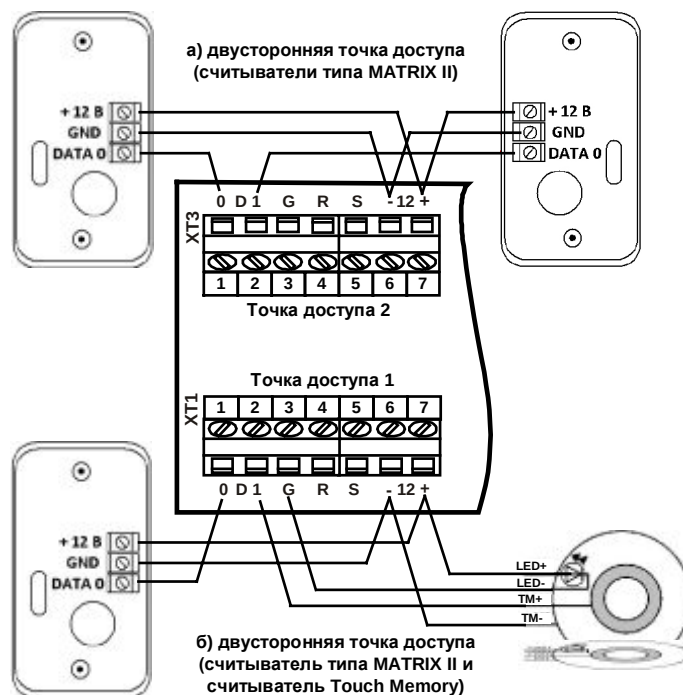
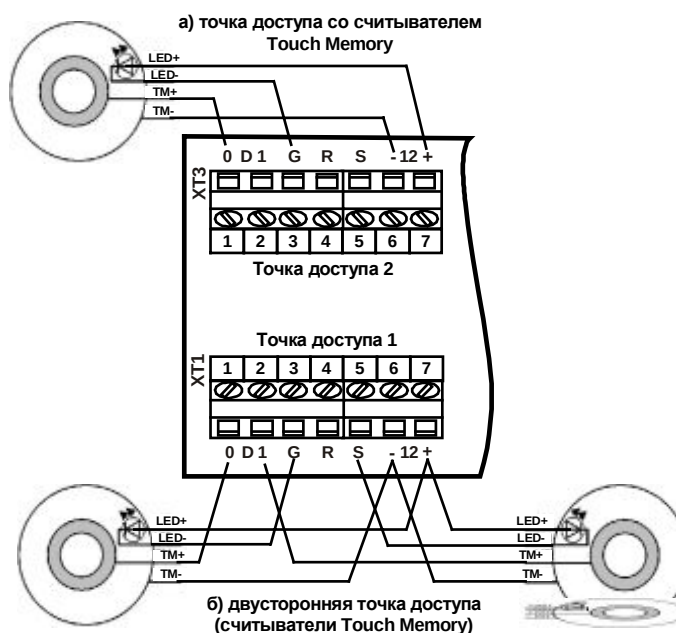

Рис. 9 Подключение считывателей при двусторонней ТД
Рис. 10 Примеры подключения считывателей Touch Memory
На Рис. 9, Рис. 10 приведены примеры подключения считывателей MATRIX II и Touch Memory с интерфейсом iButton (Dallas Touch Memory).
При такой схеме подключения (Рис. 9, ТД №2), светодиод постоянно горит красным цветом (дежурный режим), при поднесении карты пользователя (в независимости есть карта в конфигурации или её нет), сигнал зуммера, светодиод загорается на 0.5 сек. зелёным цветом и гаснет на 1сек. (принимает и передаёт код карты), после этого включается реле (если есть разрешение в ТД), а светодиод вновь загорается красным цветом (возврат в деж. режим) - можно подносить карту. Если дверь закрыта, то следующее поднесение карты останавливает или запускает вновь отсчёт времени замка, при этом события (Проход разрешено) от последующих карт в журнал идут. Если дверь открыта первым проходящим, то последующее поднесение карты каждый раз переключает реле (события: Проход разрешено, проход совершён).
При создании в конфигурации нового пользователя или редактирование свойств ранее созданного пользователя, идентификатор пользователя необходимо ввести методом считывания кода проксимити-карты через подключенный к контроллеру КД2 считыватель Touch Memory, (Меню (OK) - Конфигурирование - Пользователи - пользователь - выбрать п.4 "Таблетка iButton" - F4(выбор УСК) - выбор контроллера КД2 - встроенные + - выбор точки доступа (пример: Рис. 9 ТД 1) - ОК и поднести проксимити-карту к считывателю.